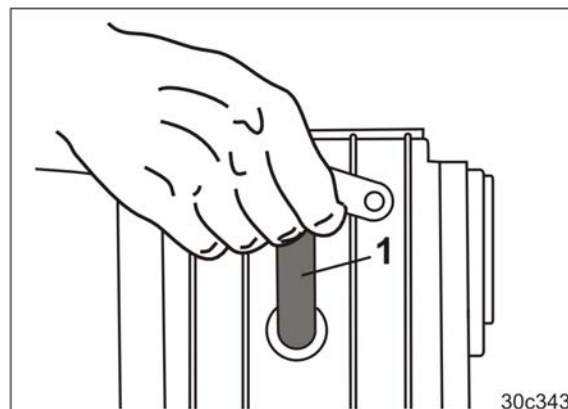

Fig. 71
1. Tag skiftegrebet (Fig. 71/1) ud af udsparringen.